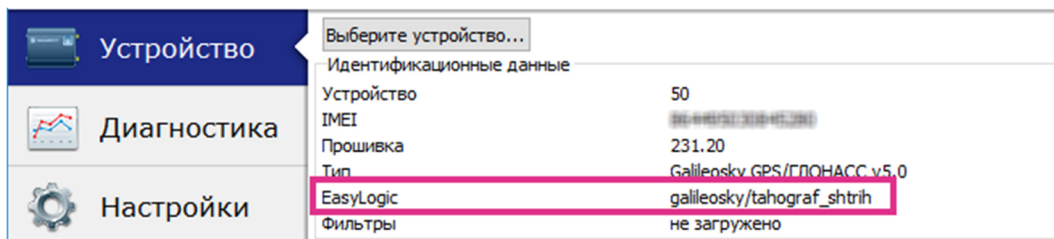

Рис. 8
- дождитесь выполнения команды терминалом, для этого через несколько минут после отправки команды перейдите на вкладку «Устройство» Конфигуратора и убедитесь, что в строке Easy Logic содержится информация об установленном алгоритме (Рис.8);